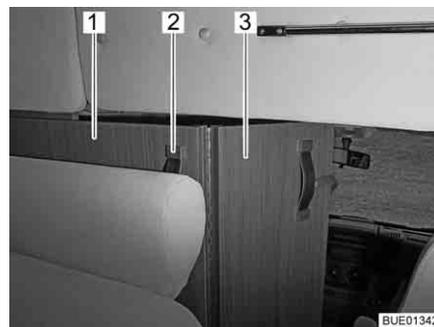

Fig. 51 Separazione cabina di guida
- Afferrare la separazione cabina di guida (Fig. 51,1) dall'impugnatura (Fig. 51,2) e tirarla verso l'interno, finché il bordo della separazione cabina di guida si trova all'incirca all'altezza dello schienale dei sedili (Fig. 51).
- Aprire la parte ribaltabile della separazione cabina di guida (Fig. 51,3) tra i sedili della cabina di guida.